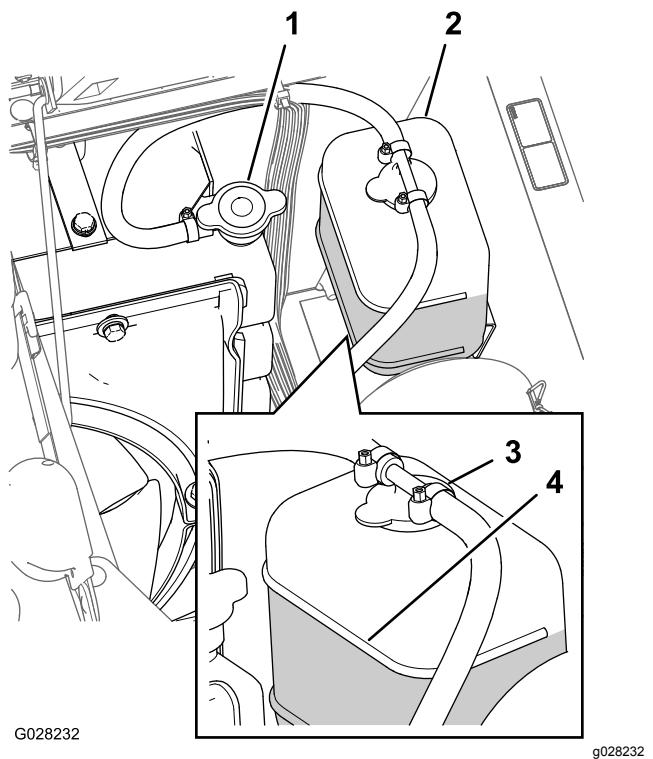

図 66
2. エンジンが十分に冷えているのを確認してラジエターのキャップを開ける(図 66)。
6. ラジエターキャップを取り(図 66)。
8. ラジエターのキャップを軽く締めてエンジンを始動する図 66。
10. 冷却液の温度が上昇したら、ラジエターをキャップの縁まで一杯に満たす図 66。
11. 補助タンクのキャップを開けて、Coldレベルまで冷却液を補充する図 66。